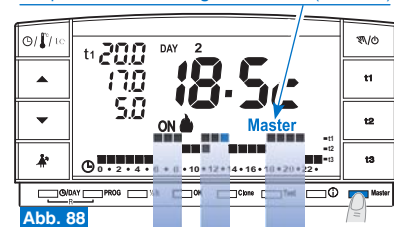

Abb. 88
- In den Phasen, für die im Programm (Profil) die Temperaturebene **Komfort (t1)** vorgesehen ist, wird die Temperaturregelung nicht mehr vom Master (der weiterhin die an ihn angeglichene Zone steuert), sondern von den Sendern gesteuert, die an die einzelnen Zonen angeglichen sind. Am Display bleibt das Wort **Master** (Abb. 88).